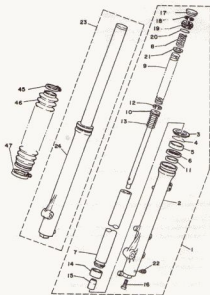

Bild 180
Alle im folgenden Text erwähnten Teilenummern beziehen sich auf Bild 180. Vor Beginn der Arbeit sollte dieses Kapitel bis zum letzten Arbeitsschritt durchgelesen worden sein, um Fehlern vorbeugen zu können.
Anzugsdrehmoment 20 Nm, vergleiche Teil 16 in Bild 180.
- 1 Gleitbuchse, Teil 11 in Bild 180 2 Hilfswerkzeug nach Bild 56.13
- 1 Gabelstandrohr, Teil 7 in Bild 180
3 Wellendichtung, Teil 5 in Bild 180
4 Distanzring, Teil 6 in Bild 180
6 Gabelgleitrohr, Teil 2 oder 24 in Bild 180
2 Staubdichtung, Teil 3 in Bild 180
3 Federstahlclip, Teil 4 in Bild 180